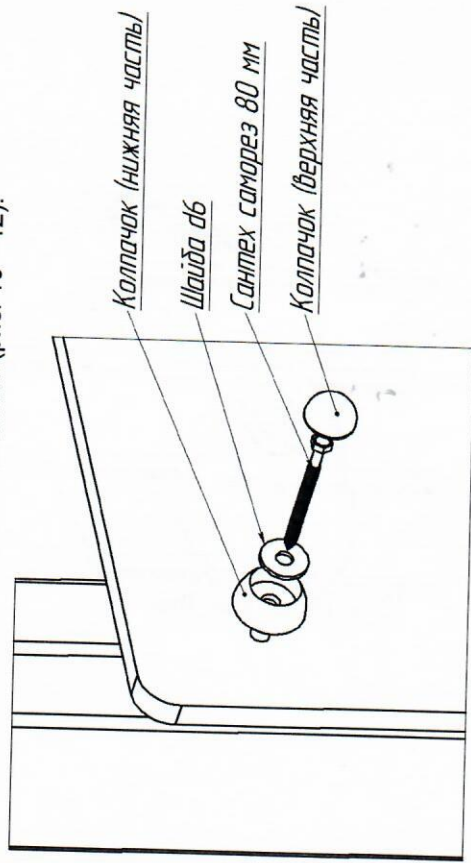

Рис. 10
3.3. Фанерные заполнения и элемент «штурвал» прикрутить к столбам сантех саморезами 80 + шайба + колпачок (рис. 10—12).